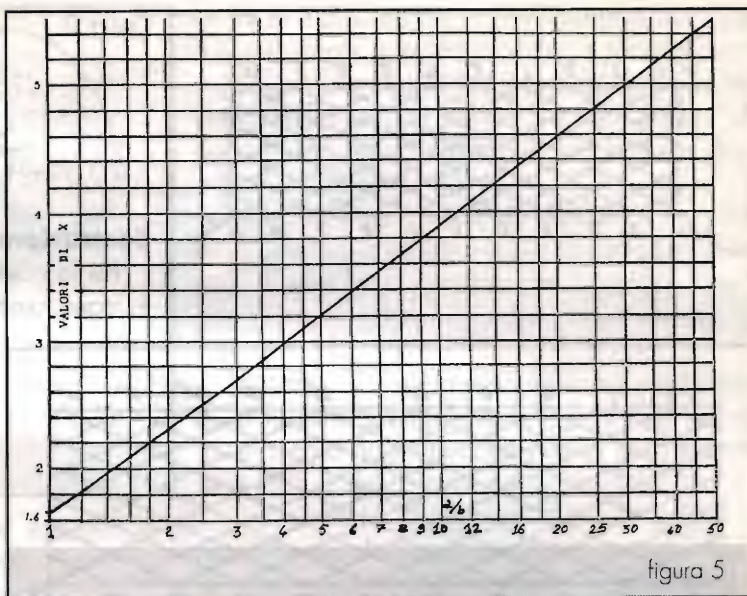

figura 5
X: coeff. correttivo (grafico figura 5)
fissato, ad es.:  $b = 2$  cm si ha  $a/b = 3,25/2 = 1,62$  e dal grafico di figura 5:  $X = 2,1$
- 2) Il grafico di figura 5 è approssimabile con: